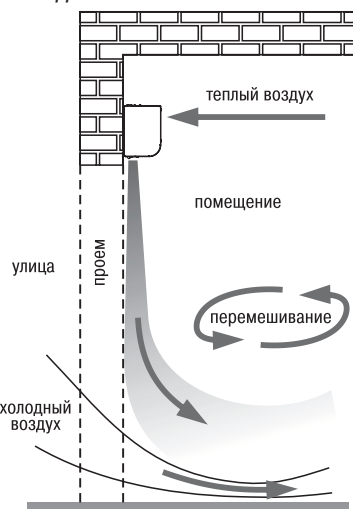
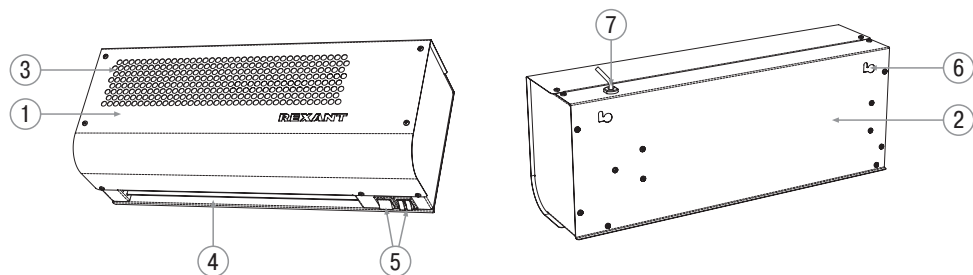
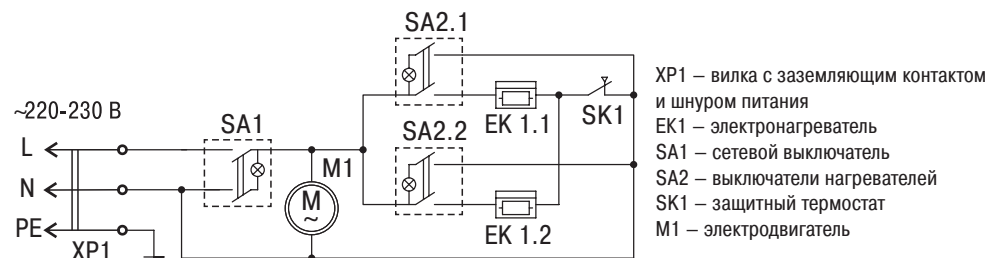

Рисунок 1.
Рисунок 2.
Рисунок 4.
4. Принцип действия прибора основан на защите смесительного типа: наружный холодный воздух смешивается с нагретыми струями завесы в пределах тамбура или вестибюля. Подробно принцип действия описан в разделе «Устройство и принцип работы» и на рис. 1.
- режим «Вентиляция» (0) – без включения нагревательных элементов;
- режимы вентиляции с подогревом потока воздуха: режим «ЭКО» (I) – неполная тепловая мощность завесы и режим «Стандарт» (II) – полная тепловая мощность. Ступенчатая регулировка мощности осуществляется двумя рокерными (клавишными) переключателями, обеспечивающими независимое включение нагревателей.
1. Завеса (см. рис. 2, 3) представляет собой металлический корпус, состоящий из передней панели (1) и задней панели (2), внутри которого на шасси расположен вентиляторный блок с игольчатым электронагревательным элементом (стич-элементы) (на чертеже не показан). Внутри корпуса в нижней его части расположено сопло (4). На нижней поверхности корпуса расположены роковые переключатели с подсветкой (5).
2. На задней поверхности корпуса расположены фигурные прорезы (6) для монтажа на стену.
3. Схема электрических соединений и узлов прибора показана на рис. 4. Нагревательный элемент имеет два нагревателя (ЕК1, ЕК2), в цепь питания которых включен электродвигатель М1, роковые переключатели SA1, SA2 и защитный термостат SK1.
4. Принцип работы тепловой завесы смешительного типа показан на рис. 1. Вентиляторный блок, установленный внутри завесы, всасывает внутренний воздух помещения через воздухозаборные отверстия (3) (см. рис. 2) на передней стороне корпуса, нагревает его нагревательными элементами и выбрасывает нагретый воздух через сопло (4) в виде мощной узконаправленной струи. Нагретые струи завесы интенсивно смешиваются